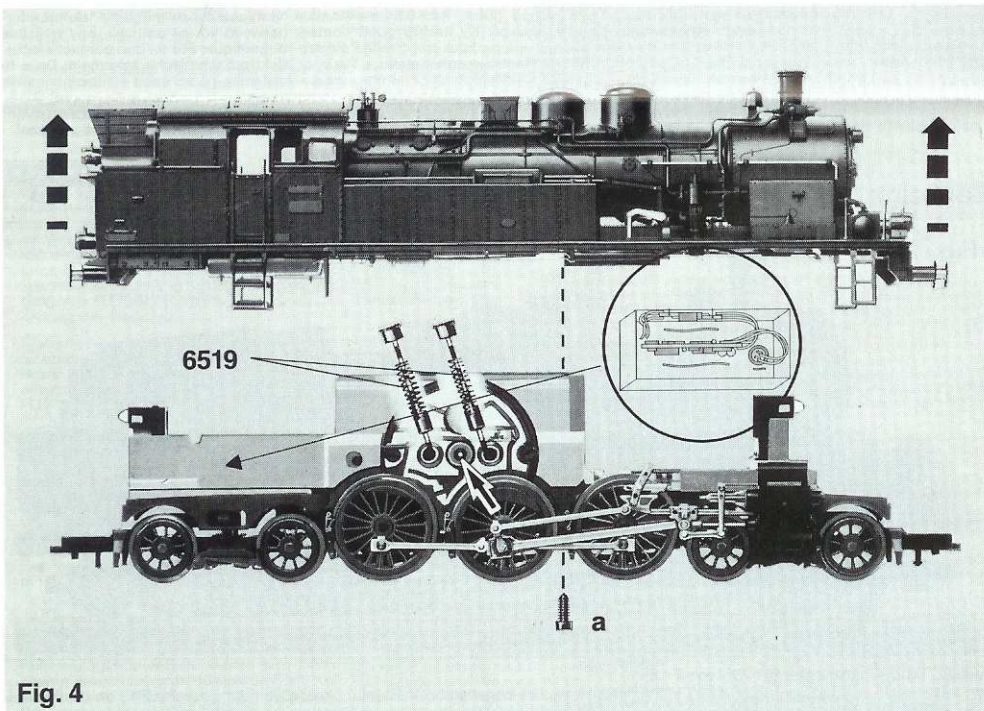
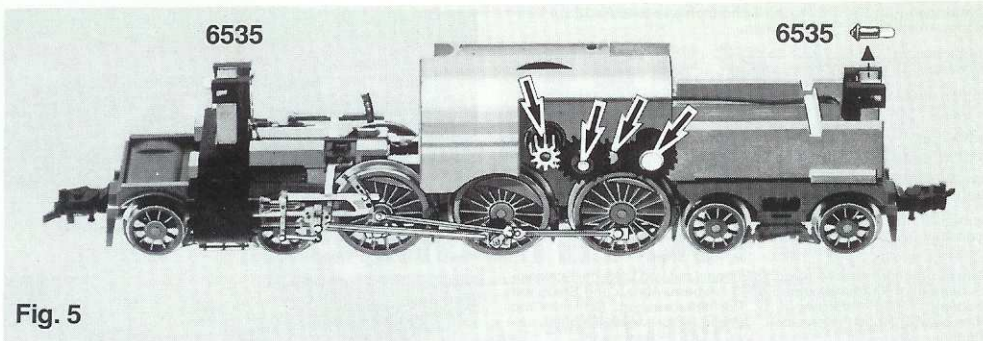

Fig. 4
Fig. 5
**Öffnen:** Ein Öffnen der Lok ist nur zum Lampenwechsel, Schleifkohlenwechsel, zum Einbau eines Decoders und Ölen der Motor- und Getriebelager erforderlich (Fig. 4).
**Ölen:** Geölt werden Motor und Getriebe nur an den gekennzeichneten Lagerstellen (Fig. 4, 5 und 6). Nur **FLEISCHMANN-Öl 6599** verwenden. Nur ein kleiner Tropfen Öl pro Schmierstelle (→), sonst Überölung. Zur Dosierung die in der Verschlusskappe der Ölflasche angebrachte Nadel verwenden.
**Wechseln der Glühlampen:** Halterung etwas aufspreizen und nach hinten schieben. Lampe nach oben herausnehmen. Einbau erfolgt in umgekehrter Reihenfolge (Fig. 5).
**Einbau eines FLEISCHMANN TWIN-DECODERS 6846 (beim Einbau bitte die Betriebsanleitung des TWIN-DECODERS 6846 beachten!)** Die Lokomotive ist mit einer 6-poligen Steck-Schnittstelle nach NEM 651 ausgestattet. Zum Einbau eines digitalen TWIN-DECODERS das Lokgehäuse abnehmen (Fig. 4). Den Brückenstecker herausziehen und die Schnittstelle vorsichtig vom Untergrund lösen. Den 6-poligen Stecker des TWIN-DECODERS so in die Schnittstelle stecken, dass die Markierungen 1 auf der gleichen Kante liegen. Die beiden orangen Litzen von Decoder und Schnittstelle bilden dann eine durchgehende Verbindung. Mit einem der Klebestreifen, die dem TWIN-DECODER beiliegen, den Decoder mit dem größten Bauelement nach unten auf das Lokfahrgestell kleben. Den zweiten Klebestreifen auf die Länge der Schnittstelle zuschneiden. Die Schnittstelle mit dem Klebestreifen auf den Decoder kleben. **Hierbei darauf achten, dass Decoder und Schnittstelle durch das Klebeband elektrisch voneinander isoliert sind.**
**To open:** One only needs to open the locomotive, to replace bulbs, to replace carbon brushes to install a decoder, to oil the motor and gear-box axles (fig. 4). Remove the screw **a**. Carefully lift the body upwards. **Spare carbon brushes: 6519.**
**Lubrication:** The motor and gear-box need only be lightly oiled at the bearing points marked (fig. 4, 5 and 6). Only use **FLEISCHMANN**-oil **6599**. Only put a tiny drop in each place (→), otherwise it will be overoled. An applicator needle is located in the cap of the oil bottle for your use. **Exchanging the bulbs:** Gently push to the rear, and remove bulb upwards. Installation in the opposite order (fig. 5). **Spare bulb: 6535.**
The locomotive is fitted with a 6-pole-electronic connector port NEM 651. To install a digital TWIN DECODER, remove the loco body (fig. 4). Pull out the bridging plug and carefully remove the connector from the mounting. Insert the 6-pole plug of the TWIN DECODER into the connector so that the markings 1 are positioned on the same edge. The two orange wires of the decoder and connector will then make a continual connection.
**Le démontage:** Le démontage de la locomotive est uniquement nécessaire pour le remplacement des ampoules des balais, pour le montage d'un décodeur ainsi que pour le graissage du moteur et des engrenages (fig. 4).
**Graissage:** Le moteur et les engrenages doivent être huilés uniquement aux endroits indiqués (fig. 4, 5 et 6). N'utilisez que l'huile recommandée **FLEISCHMANN 6599**. Une seule goutte par point à lubrifier (→) afin d'éviter tout excès. L'aiguille montée dans le bouchon du petit flacon convient parfaitement à cet usage.
**Remplacement de l'ampoule:** Soulever légèrement la lamelle de fixation et la glisser vers l'arrière. Retirer l'ampoule vers le haut. Le remontage se fait en sens inverse (fig. 5). **Ampoule de rechange: 6535.**
La locomotive est équipée d'un connecteur électrique à 6 pôles, normalisé NEM 651. Pour monter un TWIN-DECODER digital, retirer le boîtier de la locomotive (fig. 4). Extraire la fiche de pontage et détacher soigneusement le connecteur de son support. Brancher la fiche à 6 pôles du TWIN-DECODER dans le connecteur en veillant à ce que les repères 1 soient du même côté. Les deux fils oranges du décodeur et du connecteur forment ensuite une liaison continue. À l'aide d'un ruban adhésif (fourni avec le TWIN-DECODER), coller le décodeur sur le lest avec son composant le plus gros orienté vers le bas. Recouper à la longueur du connecteur le deuxième ruban adhésif. Coller le connecteur sur le décodeur à l'aide de l'adhésif. **Veiller à ce que le décodeur et le connecteur soient isolés électriquement par le ruban adhésif.** Coller le dernier morceau de ruban adhésif au bas du condensateur fixé par des fils verts sur le décodeur. Coller le condensateur sur le lest. Remettre le boîtier de la locomotive en place et fixer avec le vis. La locomotive peut rouler avec l'adresse "3".
**Het openen van de lok:** Het openen van de lok is alleen nodig bij het wisselen van de lampen en de koolborstels voor het inbouwen van een TWIN-DECODER, het oliën van de motorenslagers en de tandwielen (fig. 4). De schroef **a** verwijderen. De kap van de lokomotief loodrecht naar boven trekken. **Reservekoolborstels: 6519.**
**Olieën:** De Motor en de aandrijving hoeven alleen op de aangegeven plaatsen geolied te worden (fig. 4, 5 en 6). Alleen **FLEISCHMANN**-olie
**Lampjes verwisselen:** Het contact voorzichtig naar achteren buigen. Lampjes uit de houder nemen. Nieuw lampje in omgekeerde volgorde erin (fig. 5). **Reservegloeilampje: 6535.**
Deze locomotief is met een 6-polige elektrische adapter volgens NEM 651 uitgerust. Om een digitale TWIN-DECODER in te bouwen het lochuis verwijderen (fig. 4). De verbindingsstekker er uit trekken en de adapter voorzichtig losmaken. De 6-polige stekker van de TWIN-DECODER zo in de adapter steken, dat de markeringen 1 aan dezelfde kant komen. Beide oranje draden van decoder en adapter vormen dan een doorgaande verbinding.
**Smøring:** Motor og gear smøres kun på de med pile (→) markerede lejesoler (Fig. 4, 5 og 6). Anvend kun **FLEISCHMANN-olie 6599**. En lille dråbe pr. smørested er tilstrækkelig, da der i modsat fald kan ske en oversmøring. Til dosering anvendes nålen, der er anbragt i olieflaskens låg.
**Udskiftning af pærer (6535):** Holderen spredes lidt og trækkes bagud. Pæren løftes ovenud. Montering i omvendt rækkefølge (Fig. 5).
**Indbygning af FLEISCHMANN TWIN-DECODER 6846 (læs vejledningen ved TWIN-DECODEREN for indbygningen!):** Lokomotivet er forsynet med et 6-polet (huns)stik efter NEM 651 norm. For indbygning af en digital decoder fjernes lok-overdelen (Fig. 4). Det oprindelige hanstik trækkes ud, og hunstikket løsnes forsigtigt fra underlaget. Det 6-polede stik på TWIN-DECODEREN sættes i hunstikket, bemærk at markeringen "1" skal ligge på den samme kant. Begge de orange ledninger fra decoder og stik laver nu en gennemgående forbindelse. Decoderen klæbes med et af de to vedlagte stykker tape på vægklodsen med den største komponent nedad. Det andet stykke tape skæres til i stikkets længde. Stikket med tape monteres på decoderen. Væres opmærksom på, at decoder og stik med tape er isoleret fra hinanden. Med det sidste stykke tape klæbes kondensatoren på bunden. Kondensatoren monteres på vægt klodsen. Overdelen monteres og skures fast. Maskine kann nu køres på adressen "3".
**Apertura:** L'apertura della locomotiva si richiede solo per il cambio delle lampade, per la sostituzione delle spazzole di carbone di contatto per installare un TWIN-DECODER, per oliare i cuscinetti del motore e dell'ingranaggio (fig. 4). Rimuovere la vit a. Sfilare la carcassa della locomotiva verticalmente in alto. **Carboncini di ricambio: 6519.**
**Lubrificazione:** Il motore e l'ingranaggio vengono lubrificati solo nei punti contrassegnati dei supporti (fig. 4, 5 e 6). Utilizzare solo olio FLEISCHMANN 6599. Usare soltanto una piccola goccia per ogni punto di oliatura (→), altrimenti si rischia di oliare troppo. Per il dosaggio utilizzare l'ago di cui è provvisto il tappo di chiusura del fiascone dell'olio.
**Sostituzione della lampadina ad incandescenza:** Allargare un po' il supporto e spingerlo indietro, estrarre la lampadina verso l'alto. Per il montaggio, procedere in senso inverso (fig. 5). **Lampadina di ricambio: 6535.**
La locomotiva è equipaggiata di un connettore elettrico a 6 poli a norma NEM 651. Per l'installazione del TWIN-DECODER digitale togliere il mantello della locomotiva (fig. 4). Estrarre la spina e staccare il connettore dal suo supporto. Inserire lo spinotto a 6 poli del TWIN-DECODER nel connettore in modo tale che i segni di riferimento 1 siano sullo stesso angolo. I due fili arancioni del decoder ed il connettore formeranno un collegamento continuo.